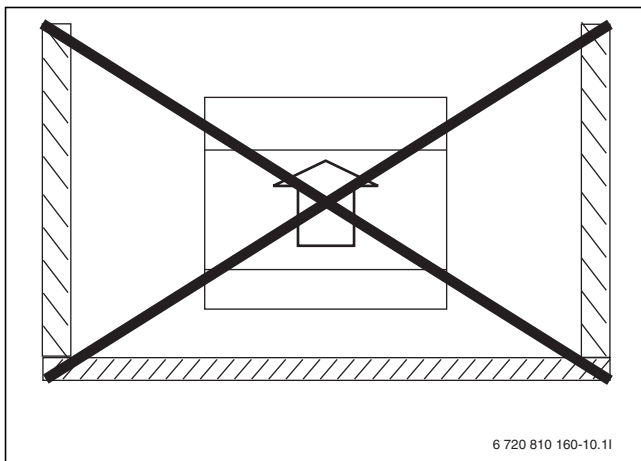

Bild 10 Von Wänden umgebene Aufstellung vermeiden
- Die Wärmepumpe nicht in Winkeln aufstellen, wo sie auf 3 Seiten von Wänden umgeben ist (→ Abb. 10).
Die Aufstellung in Winkeln oder umgeben von Wänden kann zu einem erhöhten Lärmpegel und einer starken Verunreinigung des Verdampfers führen (→ Abb. 10).